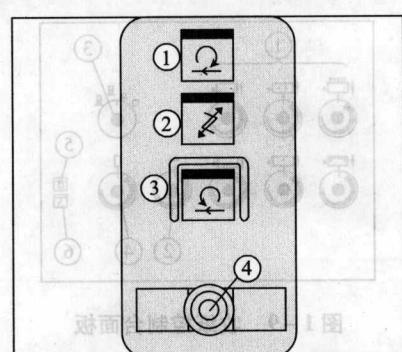

图 1-6 传动面的印刷单元/上光单元操作面板
传动面的印刷单元/上光单元操作面板如图 1-6 所示，各按键的功能与作用如下：①—正点按键；②—安全开关按键；③—反点按键；④—紧急停止按键。